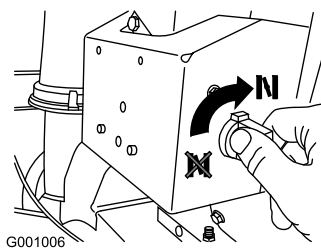

Figure 23
4. Tournez la commande de starter à la position ouverte (Figure 23).